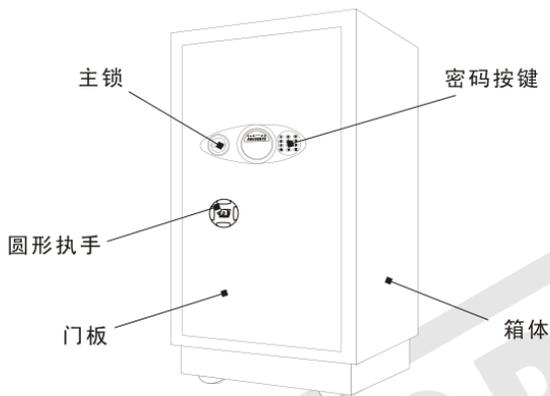

图1-3
*G1-410、G1-510、G1-610和G1-710 型保管箱必须先逆时针  转回圆形执手（见图1-3），再逆时针  转动主钥匙。*